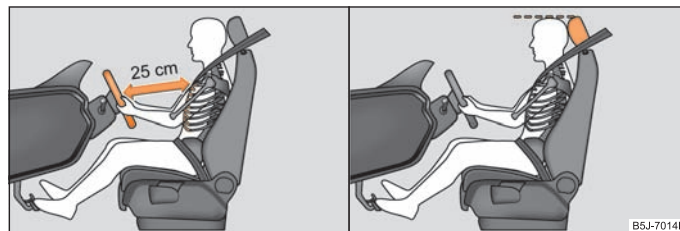

Fig. 104 Distanța corectă dintre conducătorul auto și volan / Reglarea corectă a tetierei conducătorului auto
- Reglați astfel scaunul conducătorului auto încât distanța dintre volan și torace să fie de cel puțin 25 cm ⇒ fig. 104.
- Reglați tetierele astfel încât marginea superioară a tetierei să se afle la aceeași înălțime cu partea superioară a capului dvs. ⇒ pagina 108, fig. 104 dreapta.
- **Între șofer și volan trebuie să existe o distanță de cel puțin 25 cm ⇒ pagina 108, fig. 104. Dacă nu se respectă această distanță, sistemul airbag nu își poate exercita eficiența maximă – Pericol!**